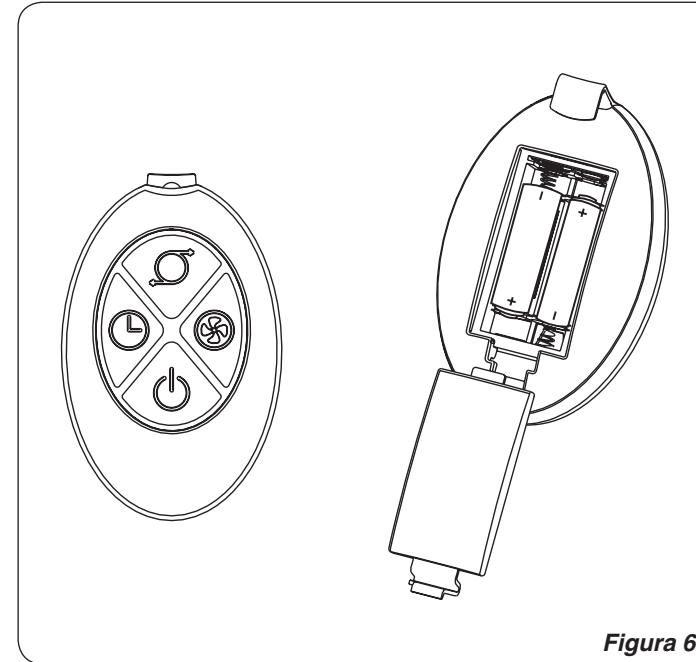
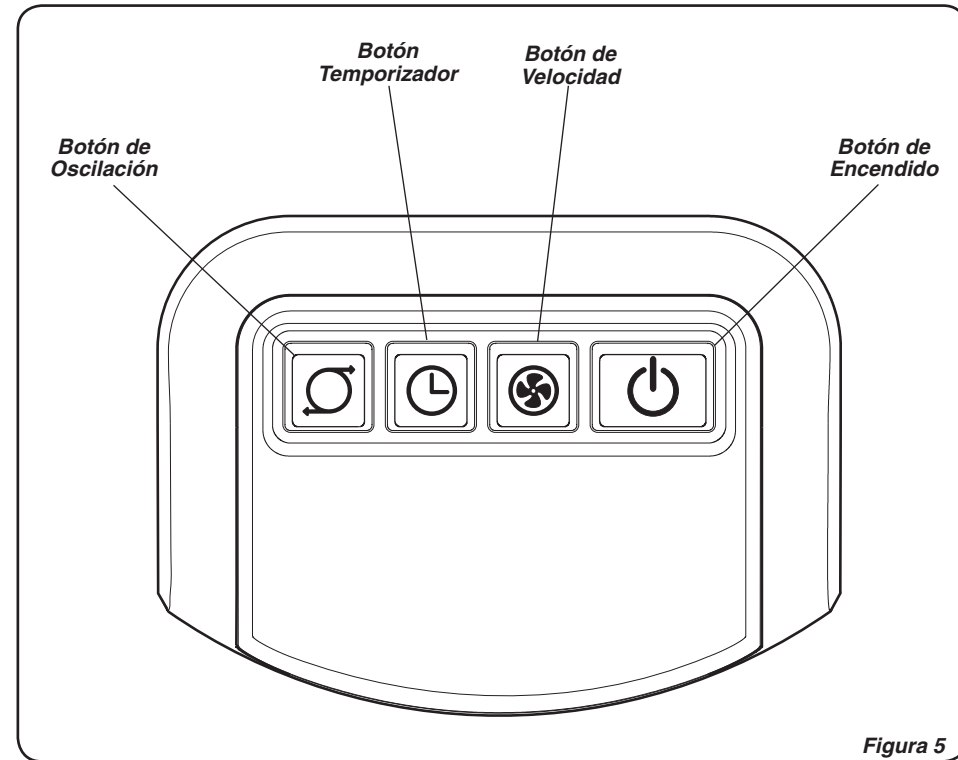

Figura 6
Figura 5
1. Instale la baterías (no suministró) como mostrado en la **Figura 6**. La batería es el tipo "AAA".
Este Ventilador podrá hacerse funcionar mediante los controles manuales ubicados en la parte superior de la unidad (como se indica en la **Figura 5**) o con el Control Remoto (como se indica en la **Figura 6**)